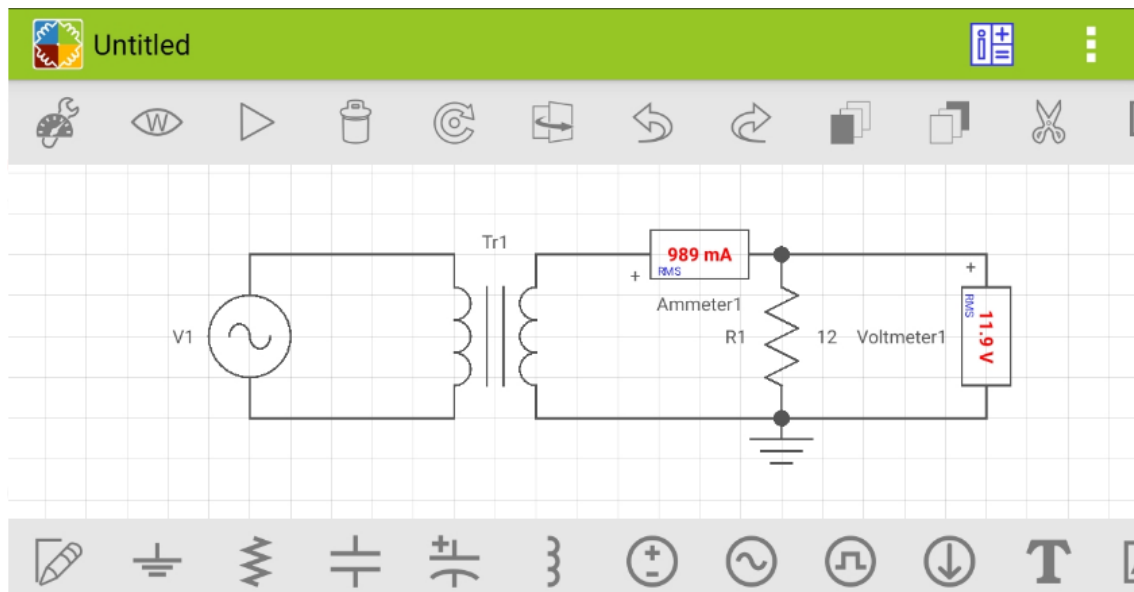

Figura 2.18
2.17 – Por fim, clicar em RUN/STOP no canto superior da tela, depois em RUN AND SHOW ALL (**Figura 2.18**). Os valores em vermelho correspondem às medições do voltímetro (na vertical) e do amperímetro (na horizontal).